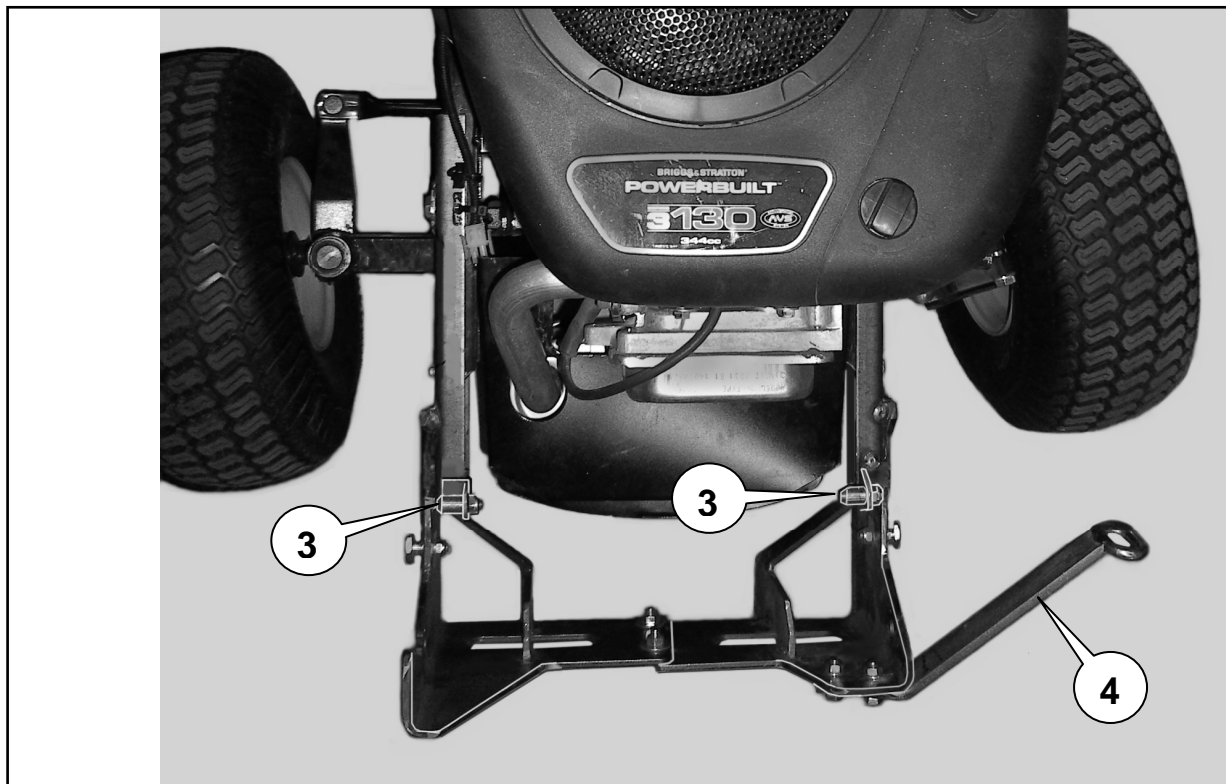

Abb. 8
3.5 Die Zapfen der Haubenlagerung (Abb. 8; Pos. 3), müssen von den entfernten Halteblechen an den Rahmen übertragen werden. Die Befestigung erfolgt mit den originalen Teilen.